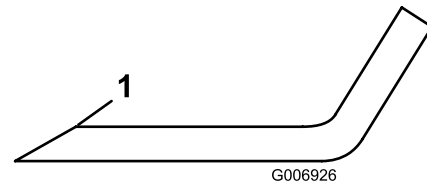

Bild 73
3. Untersuchen Sie die Schnittkanten aller Messer. Schärpen Sie alle stumpfen und ausgekerbten Schnittkanten. Schärpen Sie nur die Oberseite der Schnittkanten und behalten dabei den ursprünglichen Schnittwinkel bei, um die Schärfe des Messers zu gewährleisten (**Bild 73**). Das Schnittmesser behält seine Auswuchtung bei,